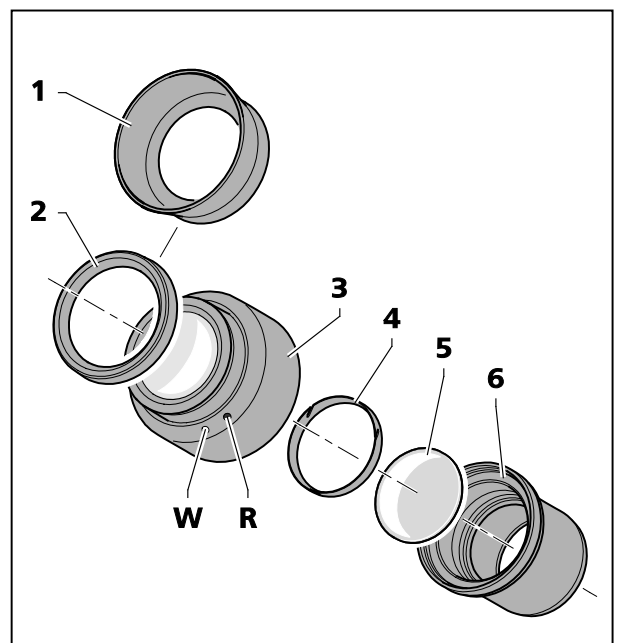

Fig. 16 Inserir a placa ocular
As oculares estão providas de anéis de borracha protetores dos óculos para evitar arranhões nas lentes. Estes mesmos poderão ser substituídos, à escolha, por conchas oculares rebatíveis (Fig. 16/1).
- Para esse fim, remover os anéis protetores de óculos (Fig. 16/2) das oculares e sobrepor as conchas oculares (Fig. 16/1).
- Desparafusar a peça de diafragma (Fig. 16/6) da ocular (Fig. 16/3).
- Extrair o anel de retenção (Fig. 16/4).
- Inserir a placa ocular (Fig. 16/5).
O deslocamento leve sobre a escala de dioptrias, causado pelo caminho óptico adicional, é tomado em consideração pelo fato de que a posição zero não é indicada pelo ponto branco (Fig. 16/**W**), senão pelo ponto vermelho (Fig. 16/**R**).